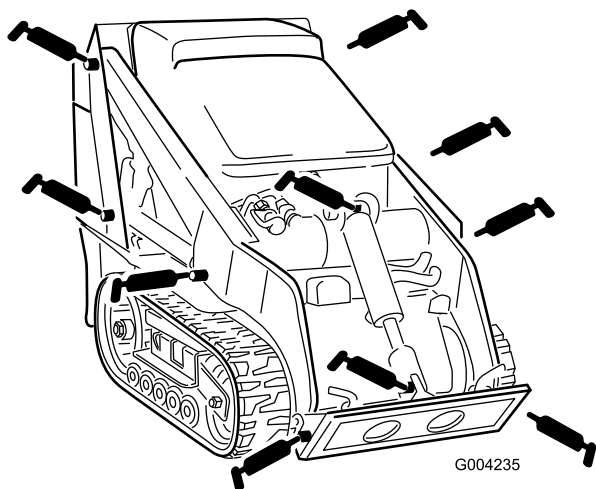
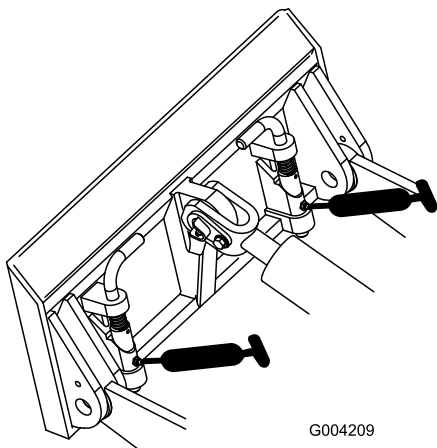

Figure 31
Figure 32
3. Raccordez une pompe à graisse à chaque graisseur (Figure 31 et Figure 32).